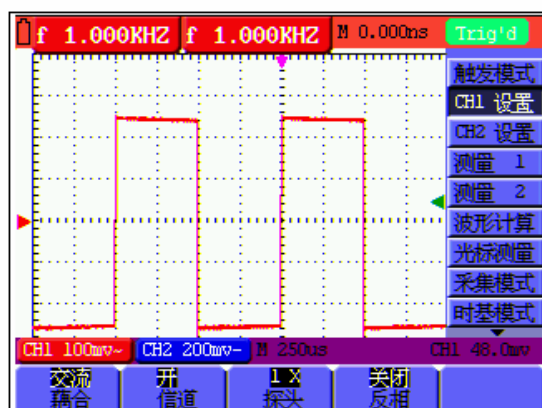

图 17：交流耦合
3. 按 **F1** 键，选择 **交流**，屏幕左下方显示出交流图标。见图 17：